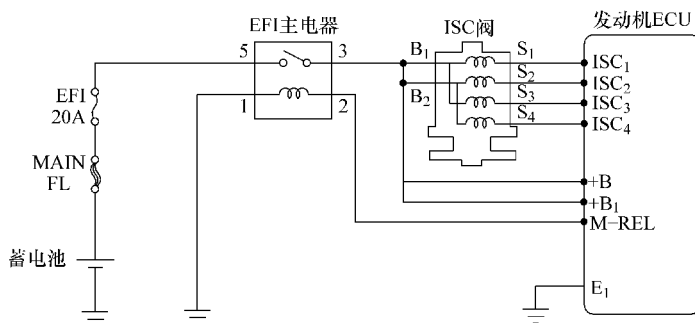

图 5-47 丰田轿车步进电动机怠速控制阀控制电路
(1) 步进电动机怠速控制阀检修 丰田轿车步进电动机怠速控制阀控制电路如图 5-47 所示。